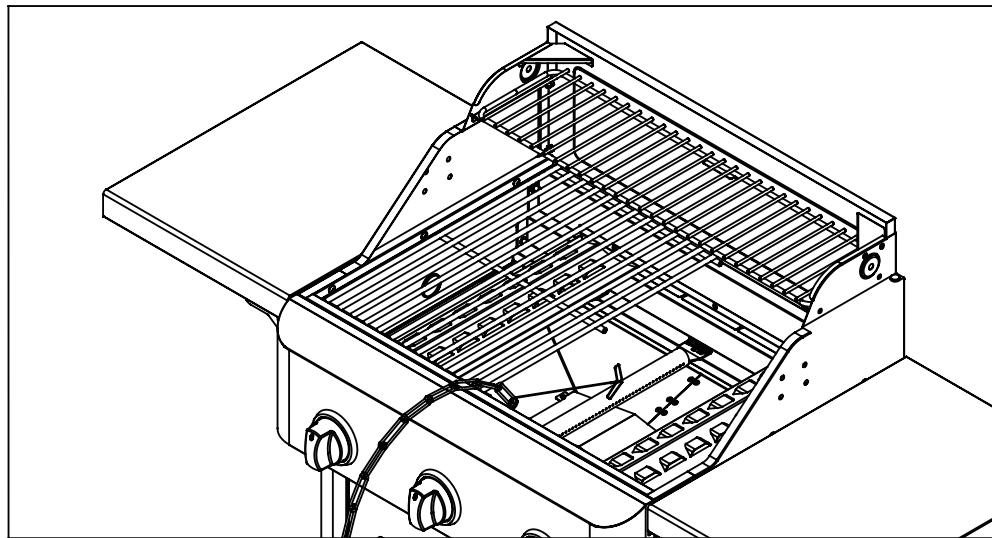

Fig. 28 Ilustración del encendido con cerilla/papel
4. Fije la cerilla o el papel a la presilla como se muestra en la Fig. 28, encienda la cerilla e insértela cerca de los puertos del quemador, presione y gire el botón hacia la izquierda hasta la posición "HIGH".